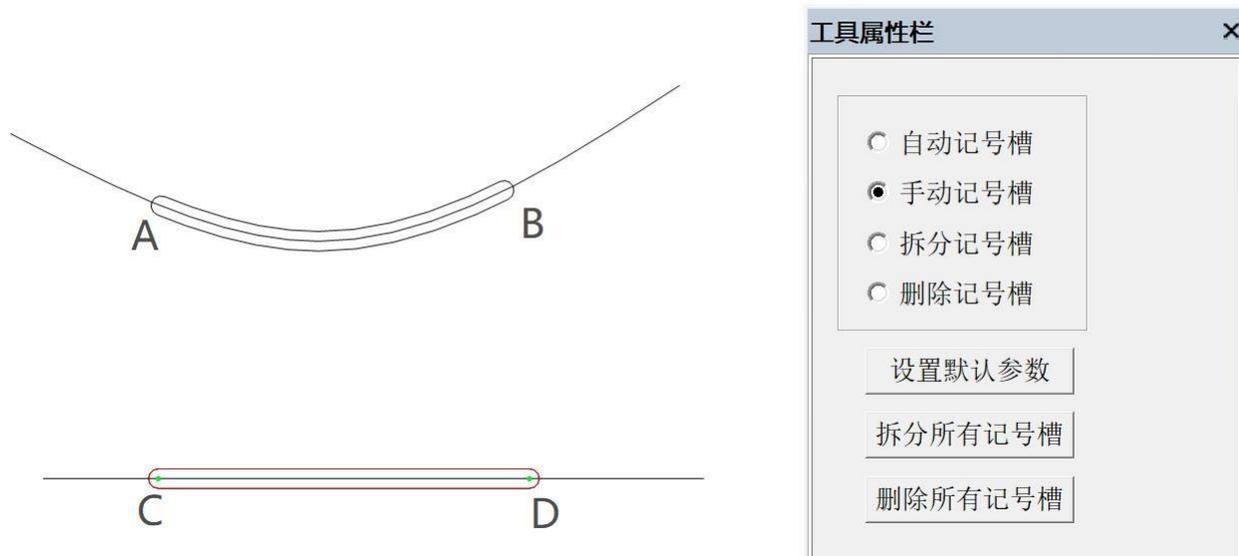

图 34.4
- (1) 依次在线段上单击起点（如图 34.4 中点 A 和点 C）与终点（如图 34.4 中点 B 和点 D）；
- (2) 移动到线上有黄色的点，选中单击绿色点（如图 34.4 中的点 C 和点 D），拖动可修改记号槽的长度；